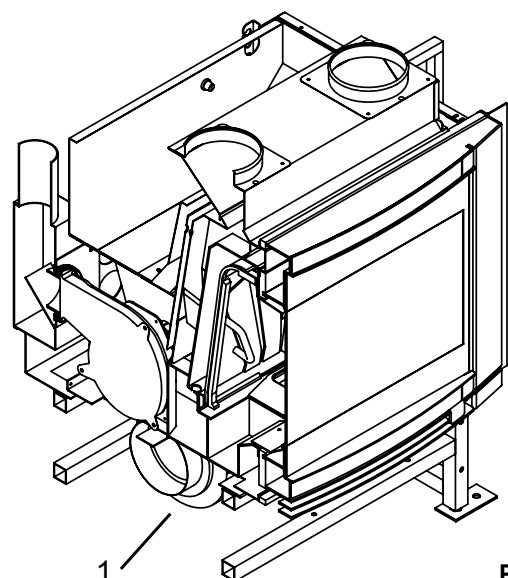

Fig. 6.3.2
Le ventilateur de l'air (1) est placé au bas de la partie arrière de l'insert (Fig. 6.3.2).